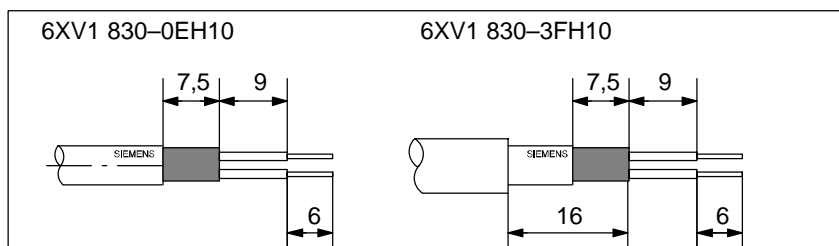

Figure 4-16 Longueur de dénudage pour connecteur de bus (6ES7 972-0B.11 ...)
1. Dénudez le câble-bus comme indiqué sur la figure 4-16 à l'aide de l'outil de dénudage FastConnect (voir table des cotes au dos de l'outil).